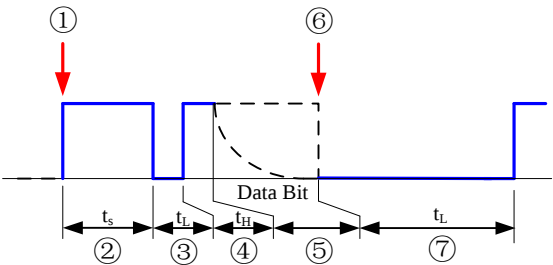

图 3 因“DOCI”持续维持低电平导致读取过程结束
如图 3 中⑦所示，在读取过程中“DOCI”脚维持低电平超过 1 个系统时钟周期，数据读取过程终止，且输出数据锁存器被更新。